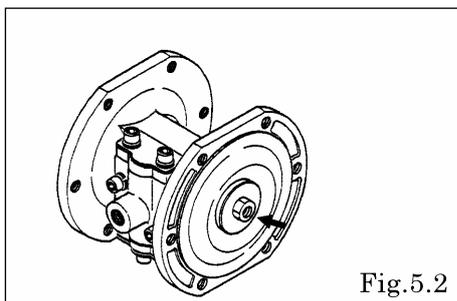

Fig.5.2
- Retire las tuercas de ambos lados del pistón central. [Fig. 5.2]
- Una vez removidas las tuercas de un lado, quite el disco central y el diafragma. [Fig. 5.2]